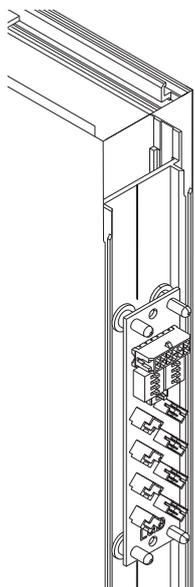

Рис. 89 Соединительный блок
16. Защелкнуть соединительный блок на прокладке (рис. 89).